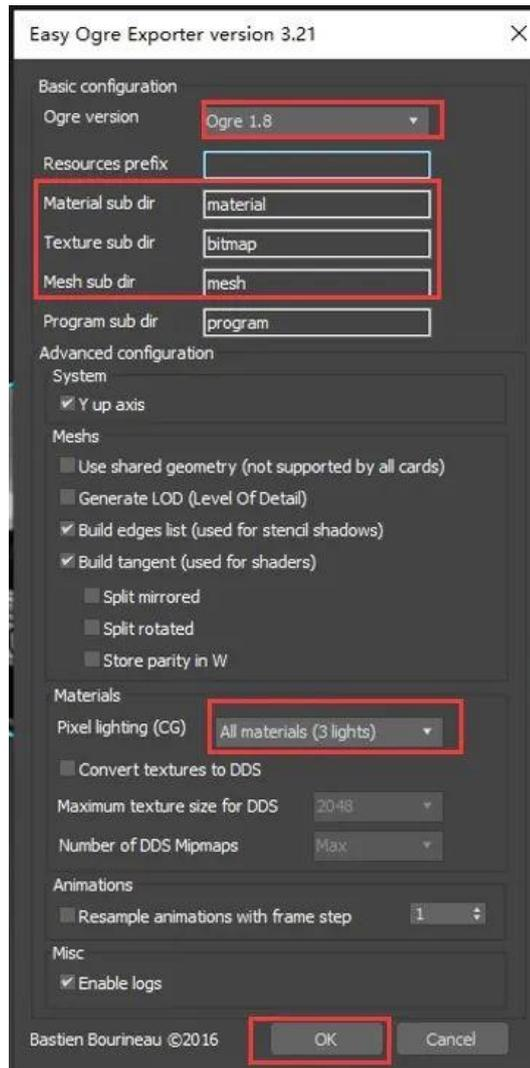

图 069-9
8、选择 **Ogre1.8** 版本，按图 069-9 设置，点击 **OK**。